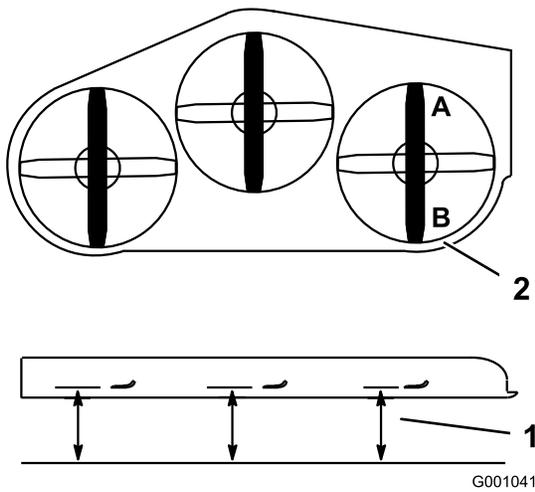

Figura 88
2. Coloque una cuchilla en posición longitudinal. Mida en las posiciones **A** y **B** desde una superficie nivelada hasta el filo de corte de los extremos de la cuchilla (Figura 88).